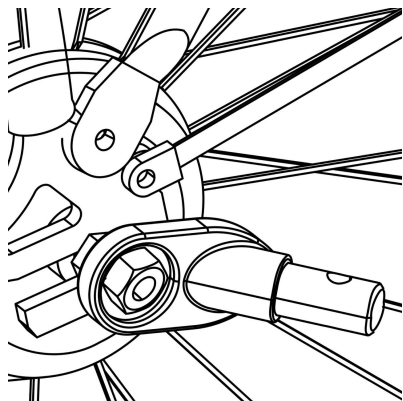

Figuur 12
1. Snelspanneras : Verwijder de snelspanner aan de linkerkant van de achteras van de fiets. Monteer de trekhaak tussen de snelspanner en het frame. Draai de snelspanner vast volgens de handleiding van de fietsfabrikant. De trekhaak kan op de fiets blijven zitten als de aanhanger is verwijderd (Figuur 12).